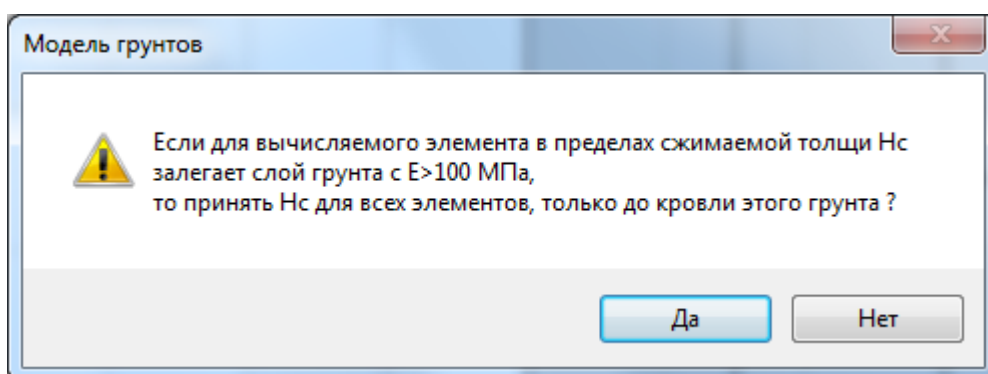

Рис. 5.18
- по нормам [5.5, п. 5.5.41], [5.6, п. 5.6.41]  $H_c$  допускается принимать до кровли грунта с  $E \geq 100 \text{ МПа}$ . Расчет продолжится после нажатия на кнопку: **Да** —  $H_c$  принимается до кровли этого грунта, **Нет** —  $H_c$  принимается из условия формулы (5.6) (рис. 5.18):